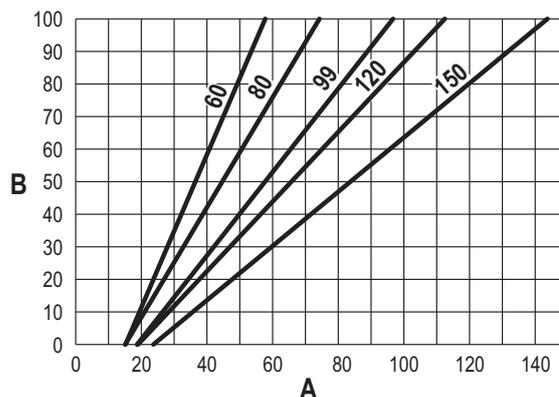

рис. 59
- Используйте **контекстные клавиши 1 и 2** для увеличения или уменьшения теплопроизводительности (минимальная = 00, максимальная = 100). См. диаграмму "Регулировка теплопроизводительности" (рис. 59).